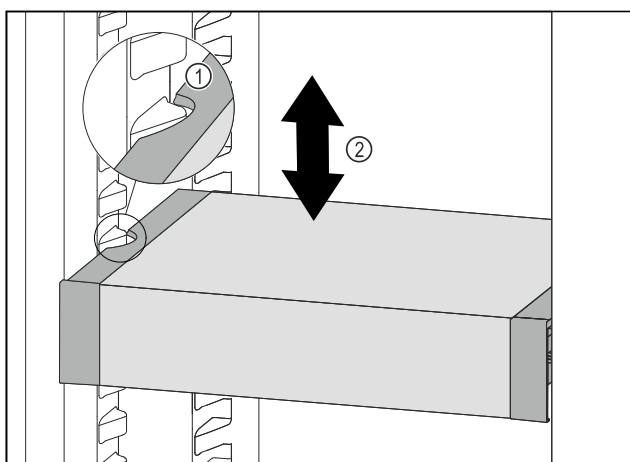

Fig. 100
- ▶ Predal VarioSafe povlecite v smeri naprej, dokler nista stranska izreza predala VarioSafe na višini nastavka za posodo v hladilniku. Fig. 100 (1)
- ▶ Predal VarioSafe premikajte v hladilniku gor ali dol, dokler ne dosežete zelene višino. Fig. 100 (2)